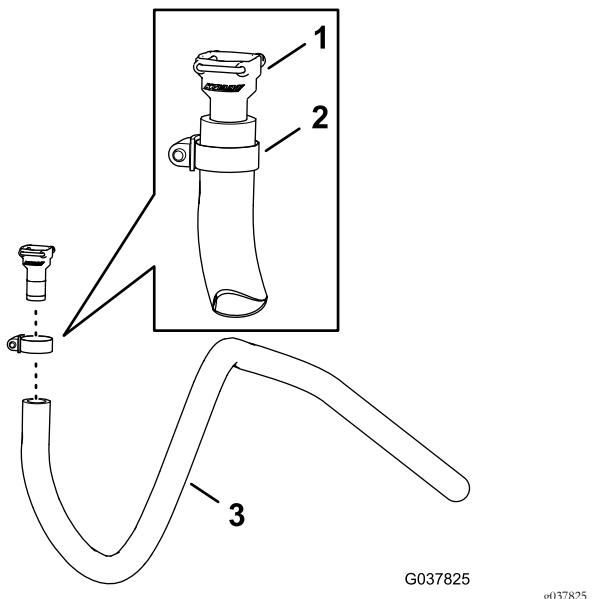

**Bild 96**
5. Befestigen Sie die Zahnung der Spritzpistole, die Sie in Entfernen der Spritzpistole vom Zulaufschlauch \(Seite 19\) entfernt haben, mit einer Schlauchklemme am Zulaufschlauch (Bild 96).